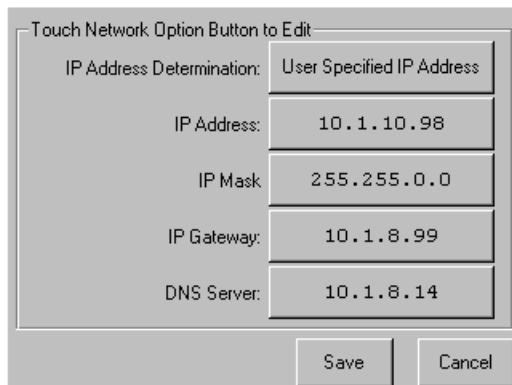
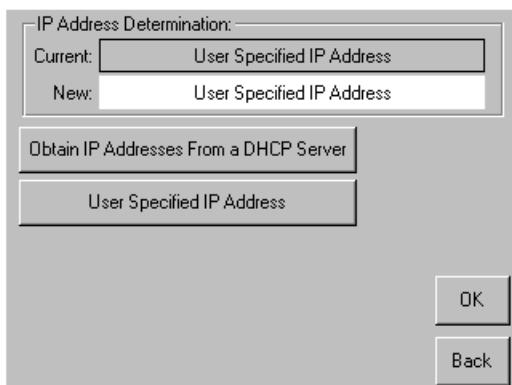

Abbildung 31 Bildschirm mit den Optionen zum Festlegen der IP-Adresse
Abbildung 32 Bildschirm für benutzerdefinierte IP-Adresse
2. Der Bildschirm mit den Optionen zum Festlegen der IP-Adresse wird angezeigt (siehe Abbildung 31).
3. Berühren Sie die Option **IP Address Determination** (Festlegen der IP-Adresse, siehe Abbildung 31) und anschließend die Option **User Specified IP Address** (Benutzerdefinierte IP-Adresse) (siehe Abbildung 32).